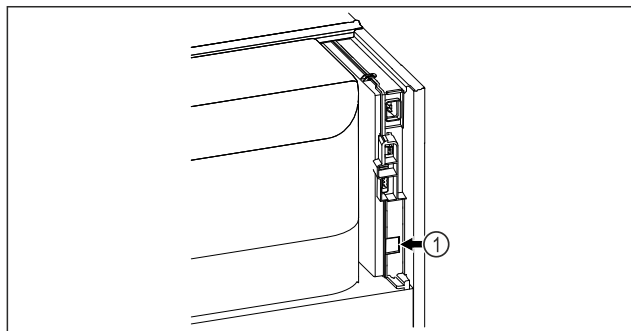

Fig. 77
- ☐ SmartModule Fig. 77 (1) naudojamas.